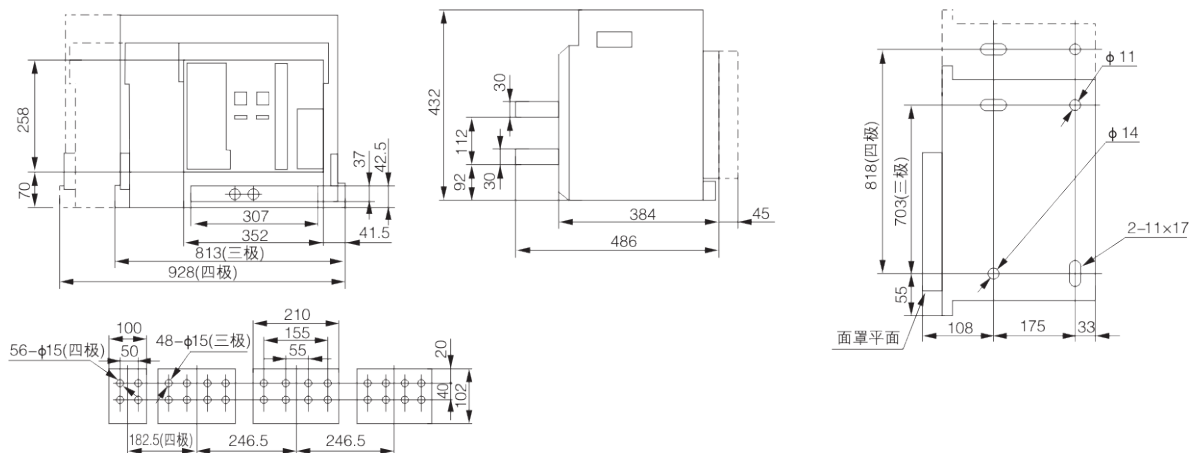

图16h
- 5000A抽屉式断路器三极、四极安装，外形尺寸(见图16h)